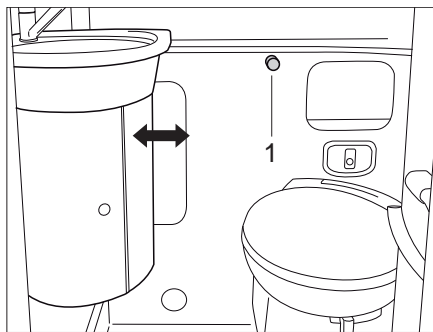

Fig. 252 Lavabo variable
- Tourner le bouton de fermeture (Fig. 252,1) vers la gauche.
- Tourner le bouton de fermeture (Fig. 252,1) vers la droite pour verrouiller le lavabo.